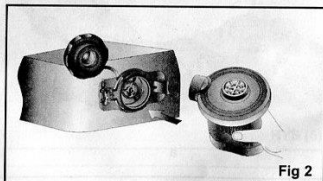

Fig 2
4. Вставьте насадку насоса непосредственно в клапан. (Рис. 2).